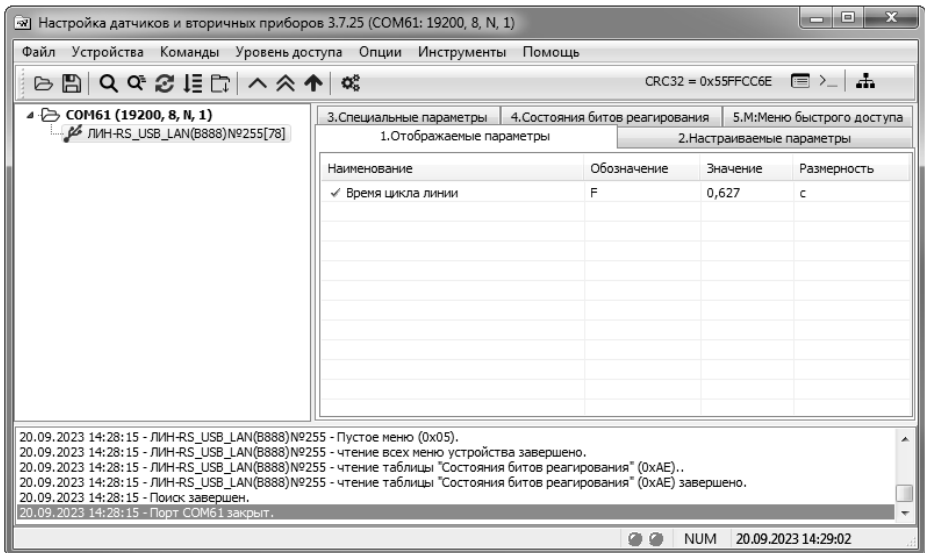

Рисунок 17 – Окно программы «Настройка датчиков и вторичных приборов»
3.11.7 Программа установит связь с адаптером (рисунок 17). В левой части окна программы отобразится найденное устройство. Появятся вкладки с параметрами адаптера.